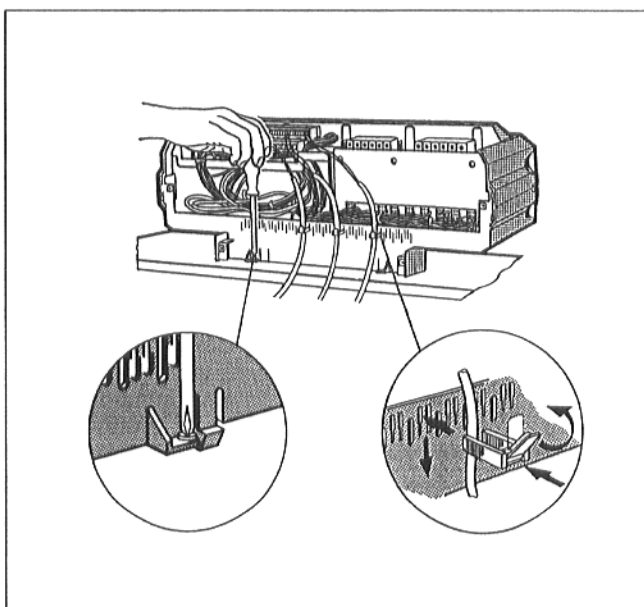

Fig. 22
- Visser le socle du tableau de commande à ses extrémités au capot avant de la chaudière, à l'aide de 2 vis Parker, par l'intérieur du passe-câbles (Fig. 22).
- Insérer les serre-câbles équipés du câble de raccordement dans le cadre prévu et fixer les câbles en inversant le levier (Fig. 22).